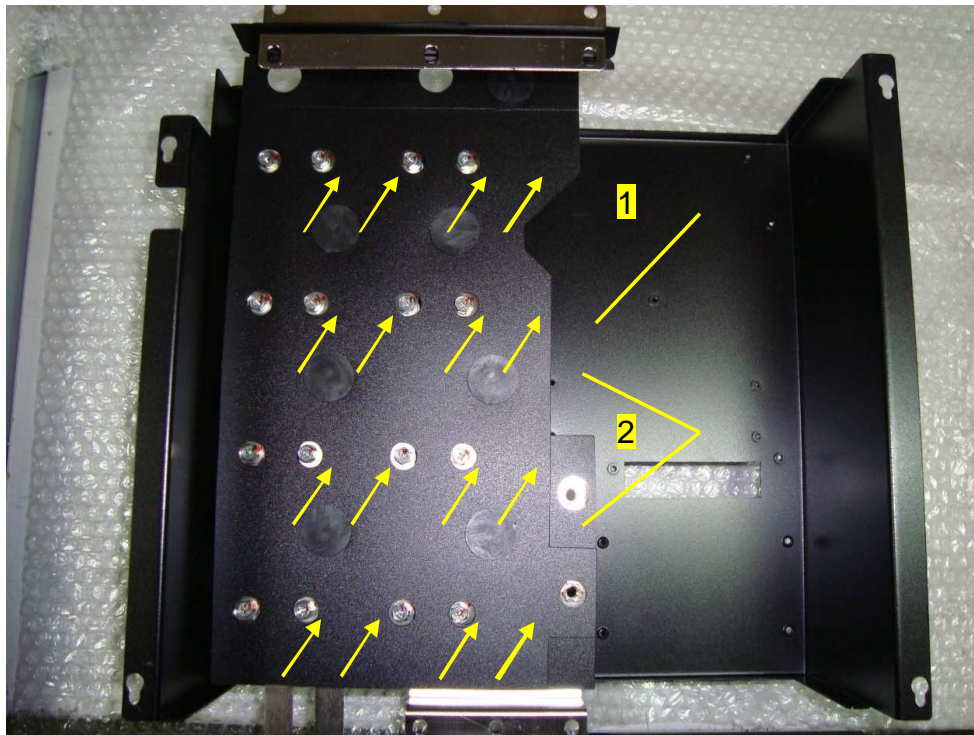

Рис. 6.18
6.11.1. Установить блок конденсаторов на рабочий стол основанием вверх (рис. 6.18)